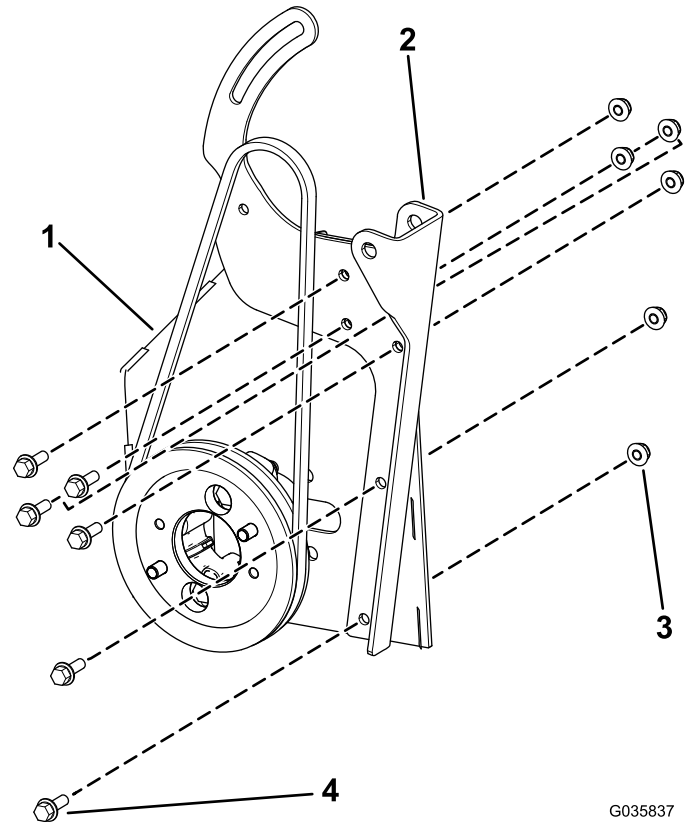

Figura 10
2. Instale o suporte do alternador no suporte da bomba hidráulica com os seis parafusos flangeados de cabeça sextavada (1/4 x 3/4 pol.) e seis porcas flangeadas (1/4 pol.) como se mostra na Figura 10.